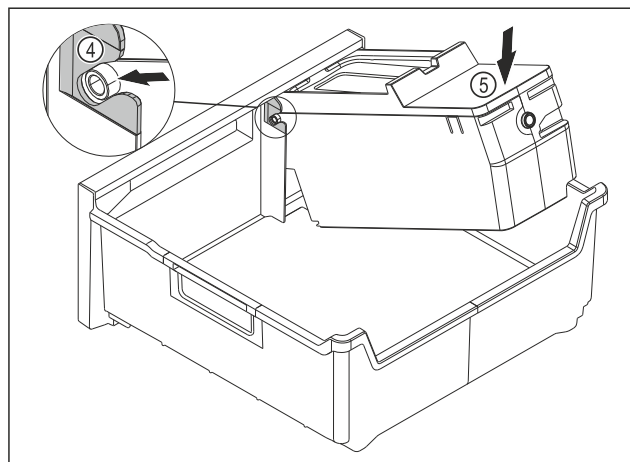

Fig. 108
- EasyTwist-Ice-Korpus montieren: Achsen des EasyTwist-Ice-Korpus in die Führungen Fig. 108 (4) einschieben.
- EasyTwist-Ice-Korpus Fig. 108 (5) hinten nach unten drücken.